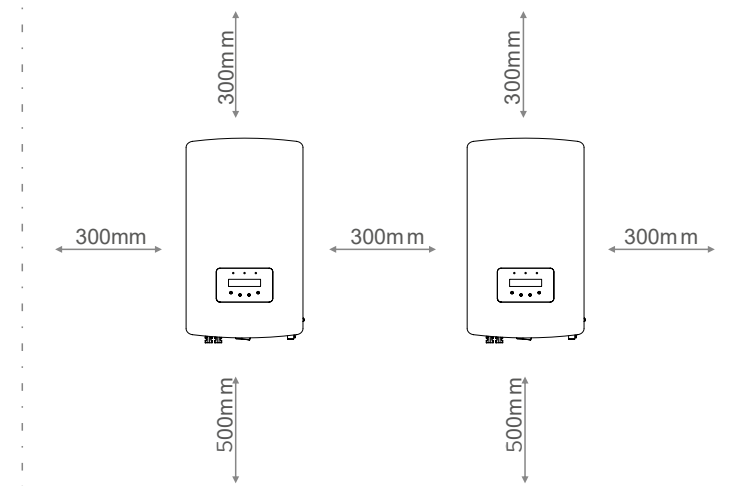

Figura 4.2 - Distância de instalação
1. De acordo com a figura 4.2, selecione a altura de montagem do suporte e marque os furos de montagem. Para paredes de tijolos, a posição dos furos deve ser adequada para os parafusos de expansão.